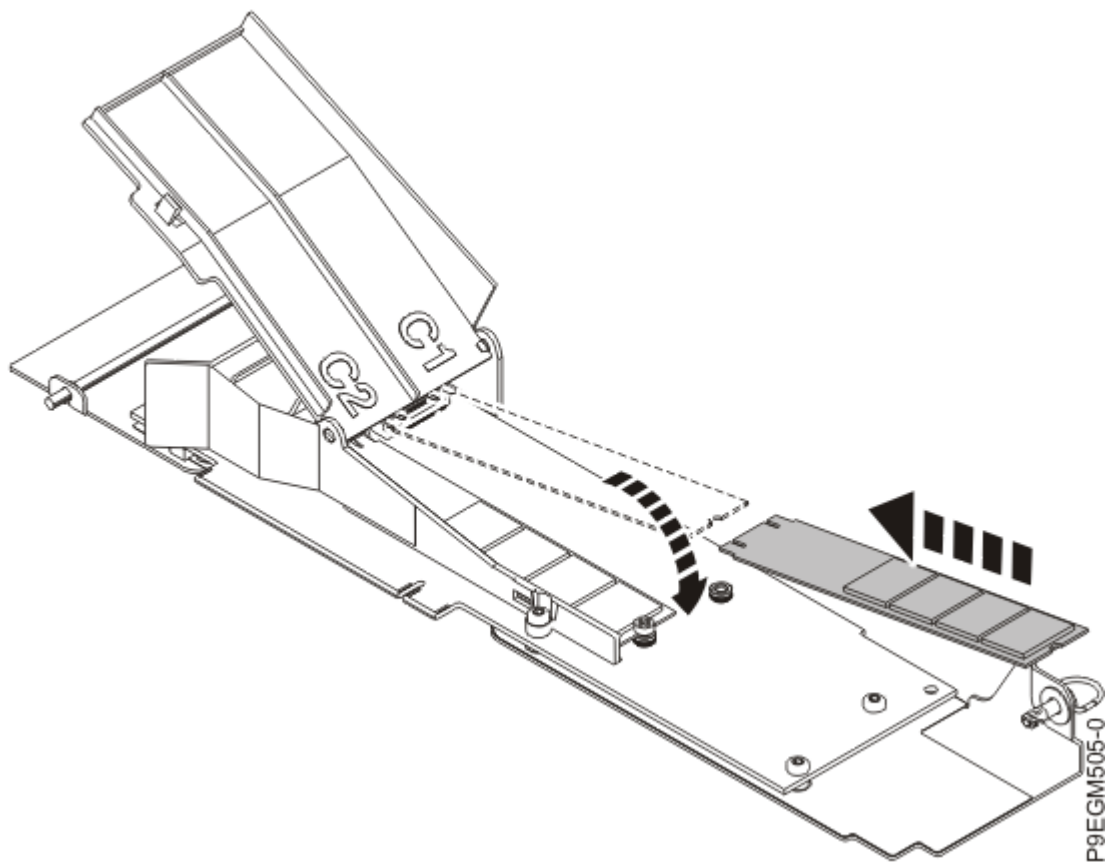

Figure 20. Installation d'un module flash NVMe M.2
2. Faites glisser l'un des nouveaux modules flash NVMe M.2 dans le connecteur de la carte porteuse NVMe M.2. Voir Figure 20, à la page 26.